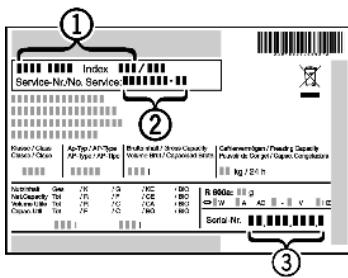

Fig. 4
- Gerätbezeichnung *Fig. 4 (1)*, Service-Nr. *Fig. 4 (2)* und Serial-Nr. *Fig. 4 (3)* vom Typenschild ablesen. Das Typenschild befindet sich an der linken Geräteinnenseite.
- Den Kundendienst benachrichtigen und den Fehler, Gerätbezeichnung *Fig. 4 (1)*, Service-Nr. *Fig. 4 (2)* und Serial-Nr. *Fig. 4 (3)* mitteilen.